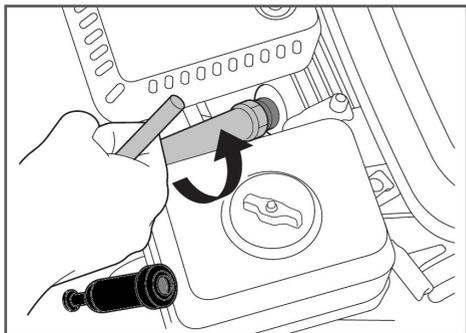

Рис. 38. Обслуживание свечи зажигания
2. Открутите свечу зажигания свечным ключом (Рис. 38).